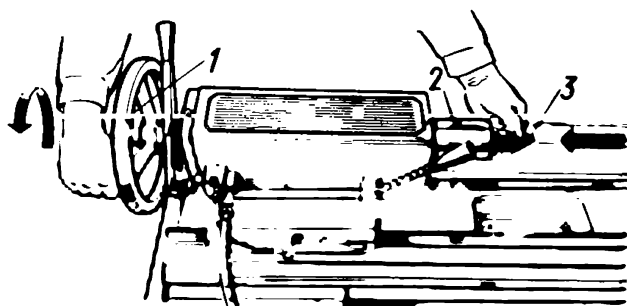

Рис. 3
3. Установить задний центр в пиноль задней бабки. Перед установкой жесткого закаленного центра 3 (рис. 3) выдвинуть пиноль 2 задней бабки на 50–60 мм, вращая правой рукой маховичок 1 по часовой стрелке.левой рукой взять центр за цилиндрическую часть и резким движением вставить его коническим хвостовиком в отверстие пиноли задней бабки.